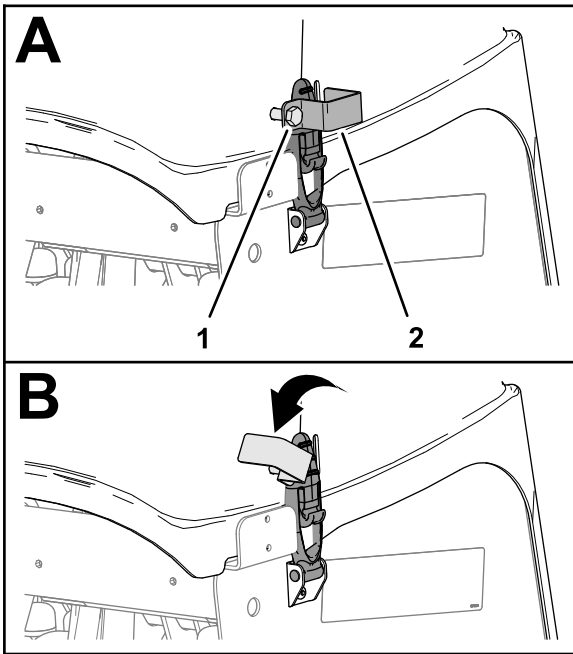

图 138
1. 如果您的机器安装有符合欧盟 (CE) 标准的门锁应旋松锁定板螺栓直至锁定板完全脱离打孔头盖板侧面的插槽图 138。
2. 旋转锁定板以脱离门锁 图 138。